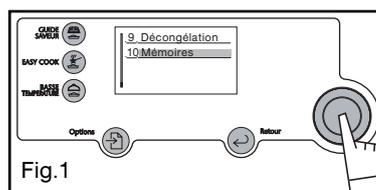

Fig.1
- Sélectionnez la fonction "Mémoires" (fig.1).